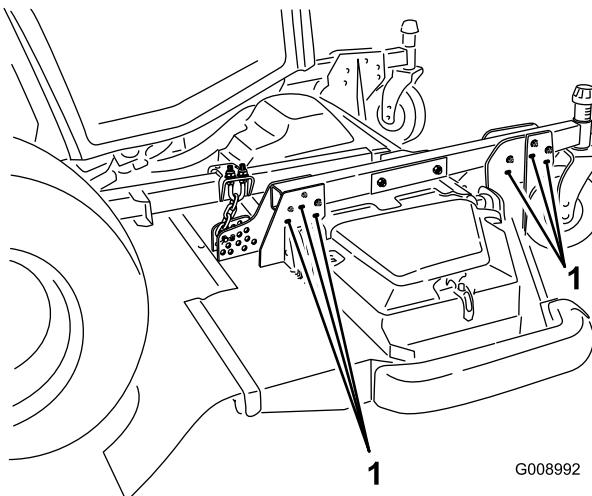

Figura 26
7. Para obtener las alturas de corte de 102 a 153 mm, retire los pernos de montaje que sujetan los soportes de la plataforma a los brazos de las ruedas giratorias y vuelva a montar los soportes en los brazos de las ruedas giratorias usando los taladros inferiores (Figura 26).